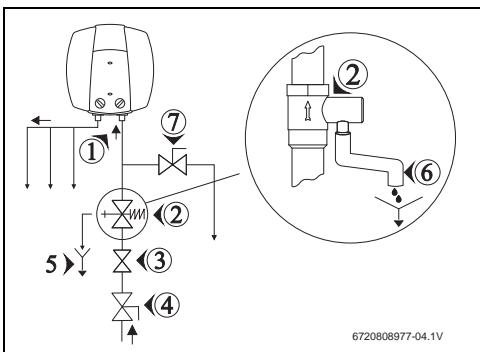

Рис. 8 Подключение воды (модель ES..-5M0WIV-B)
- Установите предохранительный клапан на подводе холодной воды к бойлеру (→ рис. 8 и 9).
Если давление воды превышает 80% от максимально допустимого давления бойлера (6,4 бара), то установите редукционный клапан (→ рис. 8). При повышении давления в бойлере более 6,4 бара срабатывает предохранительный клапан. Вода, вытекающая из клапана, должна отводиться.
- Закройте водопроводный кран (→ рис. 8).